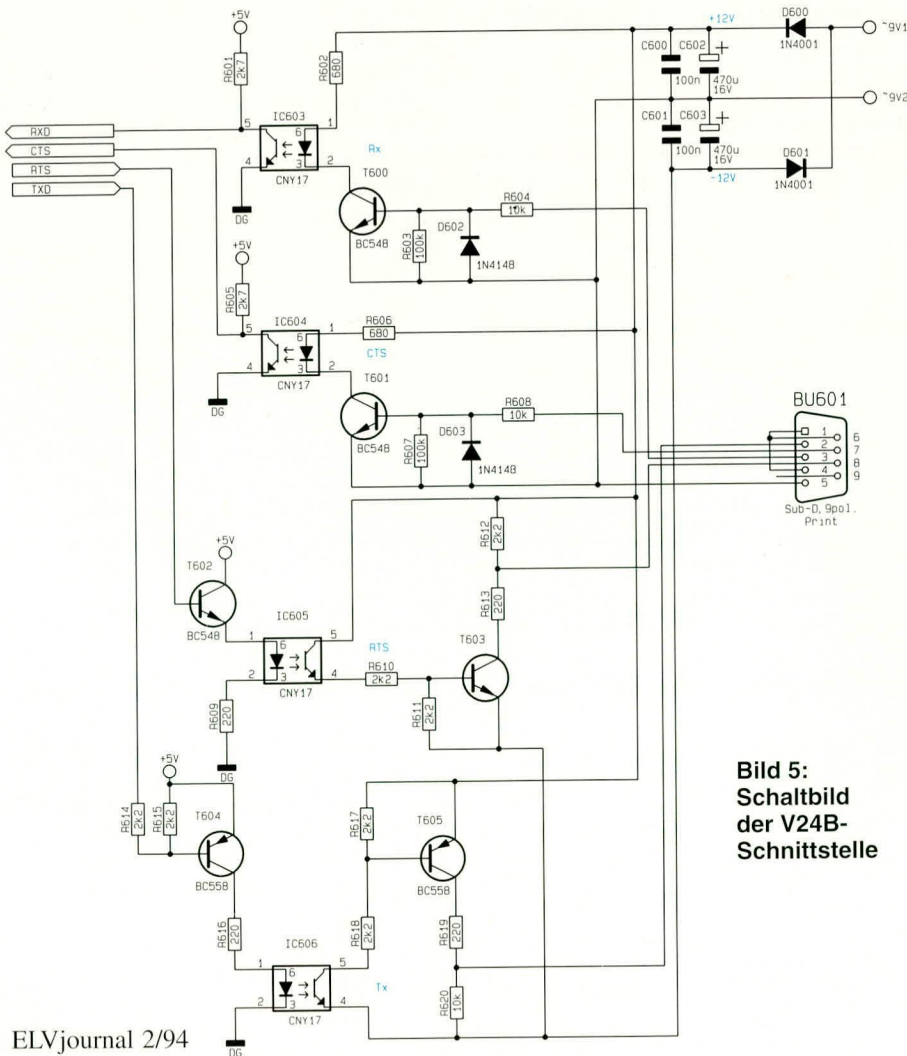

Bild 5: Schaltbild der V24B-Schnittstelle
**V24B-Schnittstelle (Bild 5)**